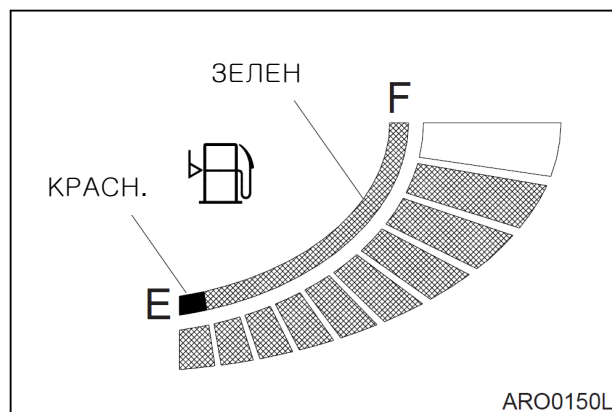

Рис. 2
1. Проверить остаток топлива по индикатору уровня (рис. 2) на приборной панели в кабине оператора. Индикатор содержит десять сегментов, каждый из которых означает 10 процентов общей емкости топливного бака. Также оценить остаток топлива по уровнемеру на боку топливного бака.